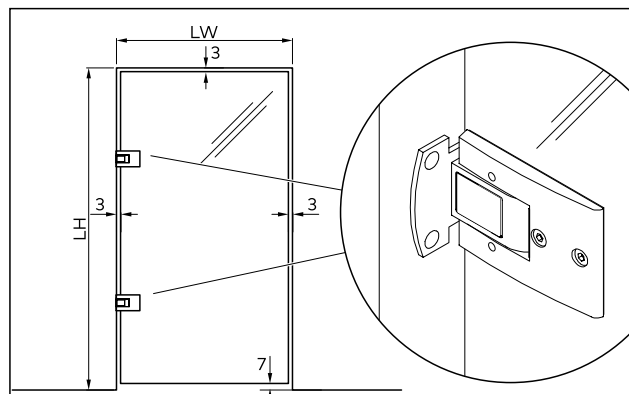

Fig. 5 Espacios para la fijación
1. Colocar las hojas de vidrio sobre tacos de madera o similar y alinearlas verticalmente. Respetar las holguras libres (Fig. 5)